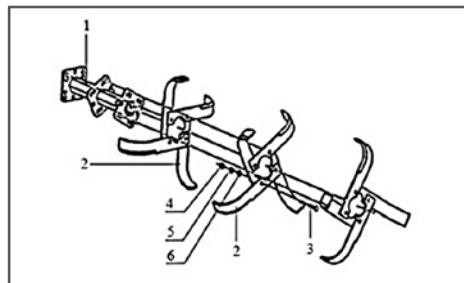

Рис.7 Сборка фрез
- Установить ножи фрез на кронштейны осей фрез (ножи должны быть установлены лезвием по ходу культивации) Рис. 7.